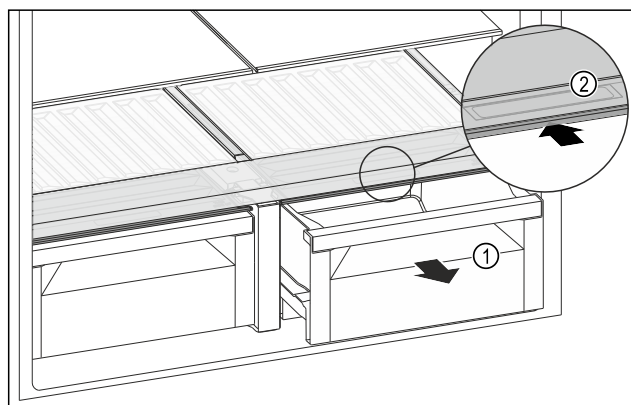

Fig. 143
- ▶ 拉出抽屉 Fig. 143 (1)。
- ▶ 抓住抽屉盖上的内嵌式拉手 Fig. 143 (2)，并同时向后推入抽屉盖。